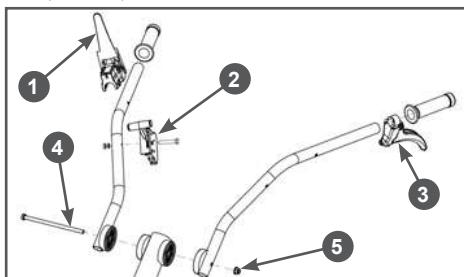

Рис. 7 Установка рукояток управления
- Установите на рукоятки управления рычаг 1 сцепления, рычаг 2 газа и рычаг 3 разблокировки левой полуоси (Рис. 7).
8. Установите рукоятки управления на стойку (Рис. 7). Совместите отверстия в рукоятках и стойке, вставьте болт 4 и закрутите гайку 5 крепления рукояток.